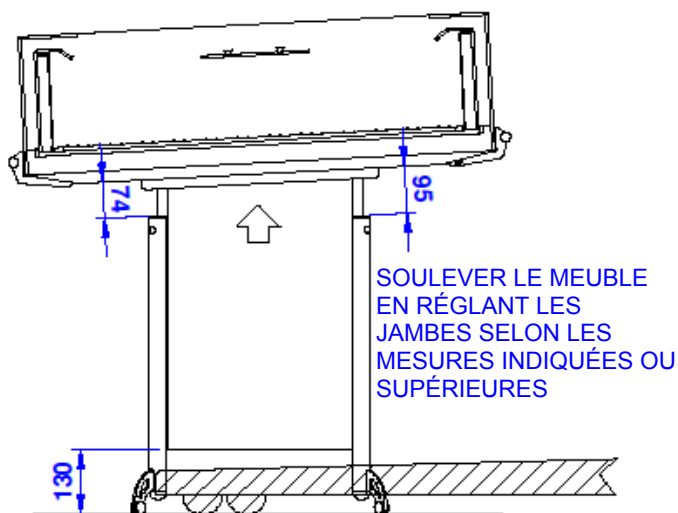

Fig. 1
- 1) soulever le présentoir jusqu'à la position la plus haute admise, comme on voit dans la fig. 1 (voir chapitre 8.6.2).
- 2) insérer les étriers (fig. 1 et 2).